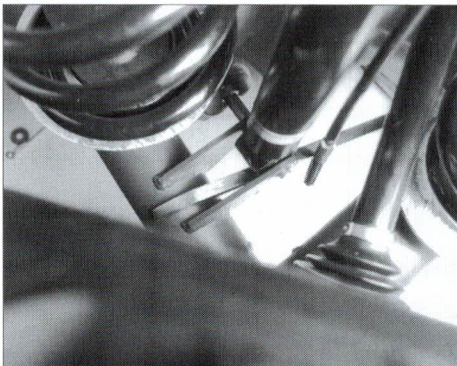

fig. 16.05
- Dämpferverschraubung unten demontieren, dazu Hebeisen gemäss fig. 16.05 ansetzen.
- Démonter la partie inférieure de l'amortisseur hydraulique à gaz à l'aide d'un levier, cf. fig. 16.05.
- Smontare l'ammortizzatore inferiore con l'ausilio di una leva, vedi fig. 16.05.